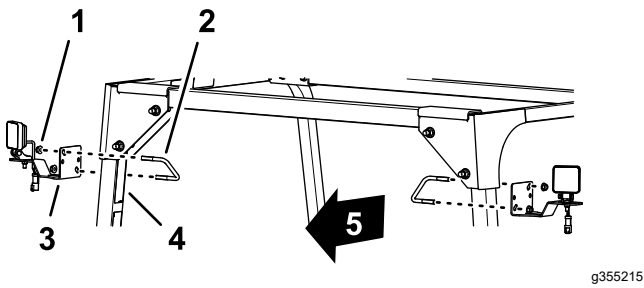

图 7
- 如图 7 所示用 U 形螺栓  $\frac{3}{8}$  x  $3\frac{1}{2}$  x 2-13/16 英寸和凸缘锁紧螺母  $\frac{3}{8}$  英寸将 LED 灯和支架组装到后 ROPS 管上。